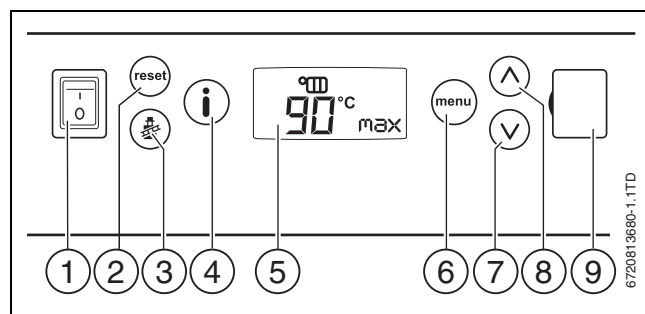

Fig. 5 Panou de comandă
- Setăți întrerupătorul de pornire/oprire în poziția „1” (→ Fig. 5, [1]).